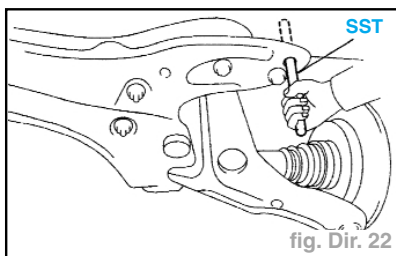

fig. Dir. 22
- A l'aide du SST, aligner les trous de la traverse de suspension avant et de la carrosserie (SST réf. **09670-00010**) (fig. Dir. 22).